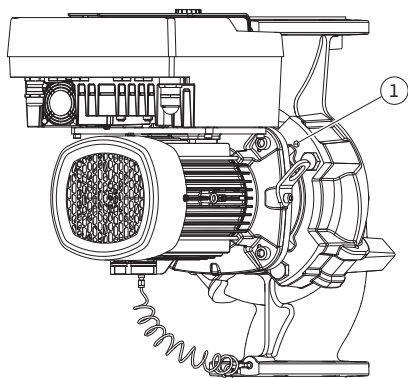

Fig. 11: Pressionar o conjunto de encaixe através dos orifícios roscados (DN 100 ... DN 125)
5. Desapertar o conjunto de encaixe (ver Fig. 4) do corpo da bomba. Para tal, desapertar todos os parafusos (DN 32 ... 80: Fig. I, pos. 29; DN 100 ... DN 125: Fig. II, pos. 29). Retirar o conjunto de encaixe do corpo da bomba. Com DN 80 ... DN 125 utilizar, para tal, os dois orifícios roscados (Fig. 11, pos. 1). Para soltar o alojamento, introduzir parafusos M10 com comprimento adequado nos orifícios roscados.
5. Afastar o conjunto de encaixe (ver Fig. 4) do corpo da bomba. Para tal, utilizar os dois orifícios roscados (ver Fig. 11). Para soltar o alojamento, introduzir parafusos M10 com comprimento adequado nos orifícios roscados.
7. Desapertar os dois parafusos fixos da chapa de proteção (Fig. II, pos. 27) e remover a respetiva chapa.
8. Introduzir uma chave de bocas com uma abertura de 27 mm na janela da lanterna e fixar o veio nas superfícies de aperto (Fig. II, pos. 16). Desapertar a porca do impulsor (Fig. II, pos. 22). Retirar o impulsor (Fig. II, pos. 21) do veio com um extrator adequado.
9. Soltar a placa de retenção do sensor da pressão diferencial (Fig. I, pos. 13) do flange do motor, desapertando o parafuso (Fig. II, pos. 10). Deixar o sensor da pressão diferencial (Fig. I, pos. 8) suspenso com a chapa de suporte (Fig. I, pos. 13) nos cabos de medição da pressão (Fig. I, pos. 7). Desligar eventualmente o cabo de ligação do sensor da pressão diferencial no módulo eletrónico.
10. Desapertar os parafusos (Fig. II, pos. 10 e pos. 10a).
11. Soltar a lanterna do dispositivo de centragem do motor com o extrator de dois braços (extrator universal) e removê-la do veio. O empanque mecânico (Fig. I, pos. 25) é também removido. Evitar o encravamento da lanterna.
12. Se o empanque mecânico tiver sido danificado, pressionar o contra-anel (Fig. I, pos. 26) do empanque mecânico para fora do alojamento da lanterna. Colocar o novo contra-anel na lanterna.